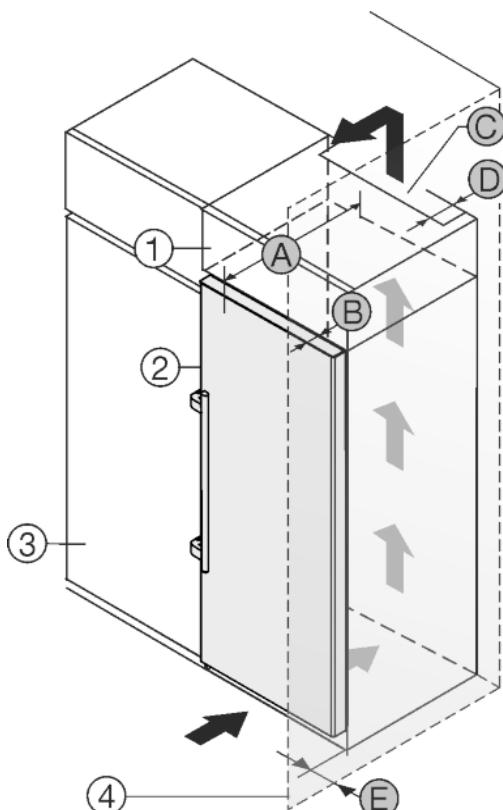

Fig. 20
Уредът може да е обграден с кухненски шкафове. За да изравнят височината на уреда Fig. 20 (2) с височината на вградената кухня, над уреда може да се постави шкафа-пристройка Fig. 20 (1).
Уредът да се постави непосредствено до кухненски шкаф Fig. 20 (3). За да могат вратите да се отварят изцяло, уредът трябва да е издаден с дълбочината Fig. 20 (B) спрямо лицето на кухненския шкаф. В зависимост от дълбочината на кухненските шкафове и използването на детайли за отстояние от стената, уредът може да излезе още по-напред.
- От задната страна на шкафа-пристройка трябва да има вентилационен отвор с дълбочина Fig. 20 (D) по цялата ширина на шкафа-пристройка.
- Под тавана на помещението трябва да се спази сечението за вентилация Fig. 20 (C).
Когато уредът се поставя с пантите до стена Fig. 20 (4), трябва да бъде спазено разстоянието Fig. 20 (E) между уреда и стената. Това отговаря на разстоянието, с което дръжките стърчат при отворена врата.